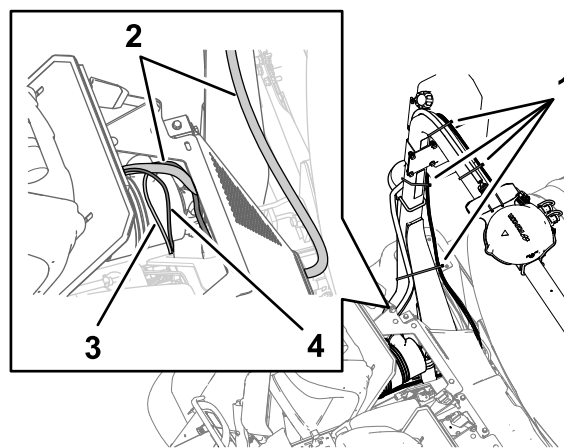

Figura 142
1. Enrute la rama de 302 cm (119") del arnés de datos del arnés eléctrico (Figura 142) que tiene el conector de 4 pines marcado CAN 2 ASC 10 BUS hacia abajo a la zona de interconexión de los arneses de cables delantero y trasero de la máquina; consulte Figura 92 en Conexión de los arneses de cables delantero y trasero (página 45).
2. Enrute la rama de 34 cm (13 1/2") del arnés de datos (Figura 142) que tiene el conector de 4 pines marcado CAN 2 ASC 10 BUS hacia abajo a la zona de interconexión de los arneses de cables delantero y trasero de la máquina; consulte Figura 92 en Conexión de los arneses de cables delantero y trasero (página 45).